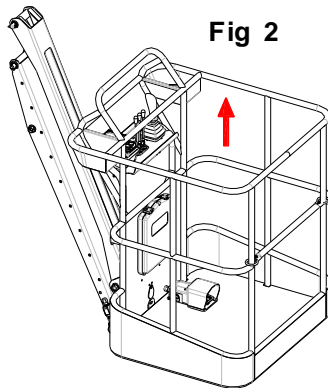

Fig 2
- 3- Muttern der Kettenabdeckungen, die sich gegenüber vom Kettendurchgangssensor befinden, an- oder abschrauben; d.h. Spiel  $\pm 2$  zu 5 mm erste Kettensystem sind es die Muttern der Kettenabdeckung auf dem 3. Mastelement und für das zweite System sind es die Muttern auf dem 2. Mastelement. Die Muttern müssen so an- oder abgeschraubt werden, dass sich ein Spalt von 2-5 mm zwischen Käfig 2 und 3 und zwischen Mastelemente 3 und 4 ergibt.
- Korb senkrecht anheben (Abb. 2).